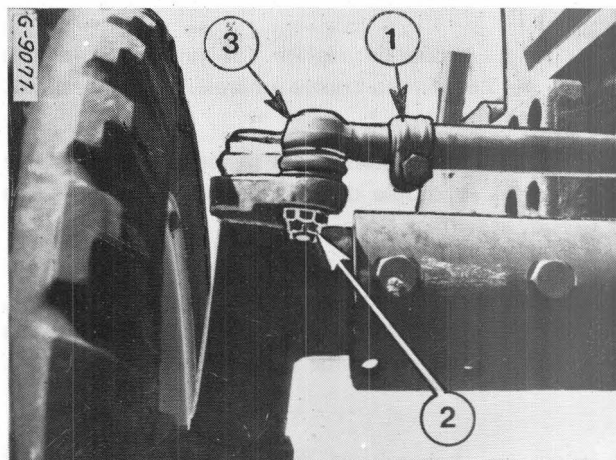

Figure 107
Desserrez le collier (1) Fig. 107. Otez l'écrou crénelé (2) et suivant le cas, vissez ou dévissez la rotule (3), pour obtenir le pincement correct.